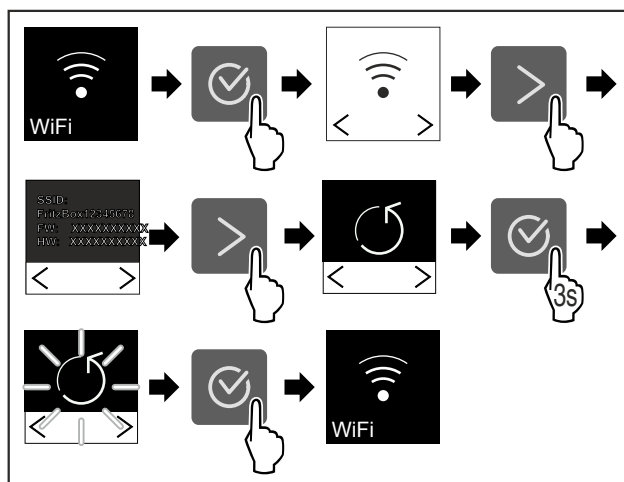

Fig. 31
- ▶ Wykonać czynności (patrz Fig. 31) .